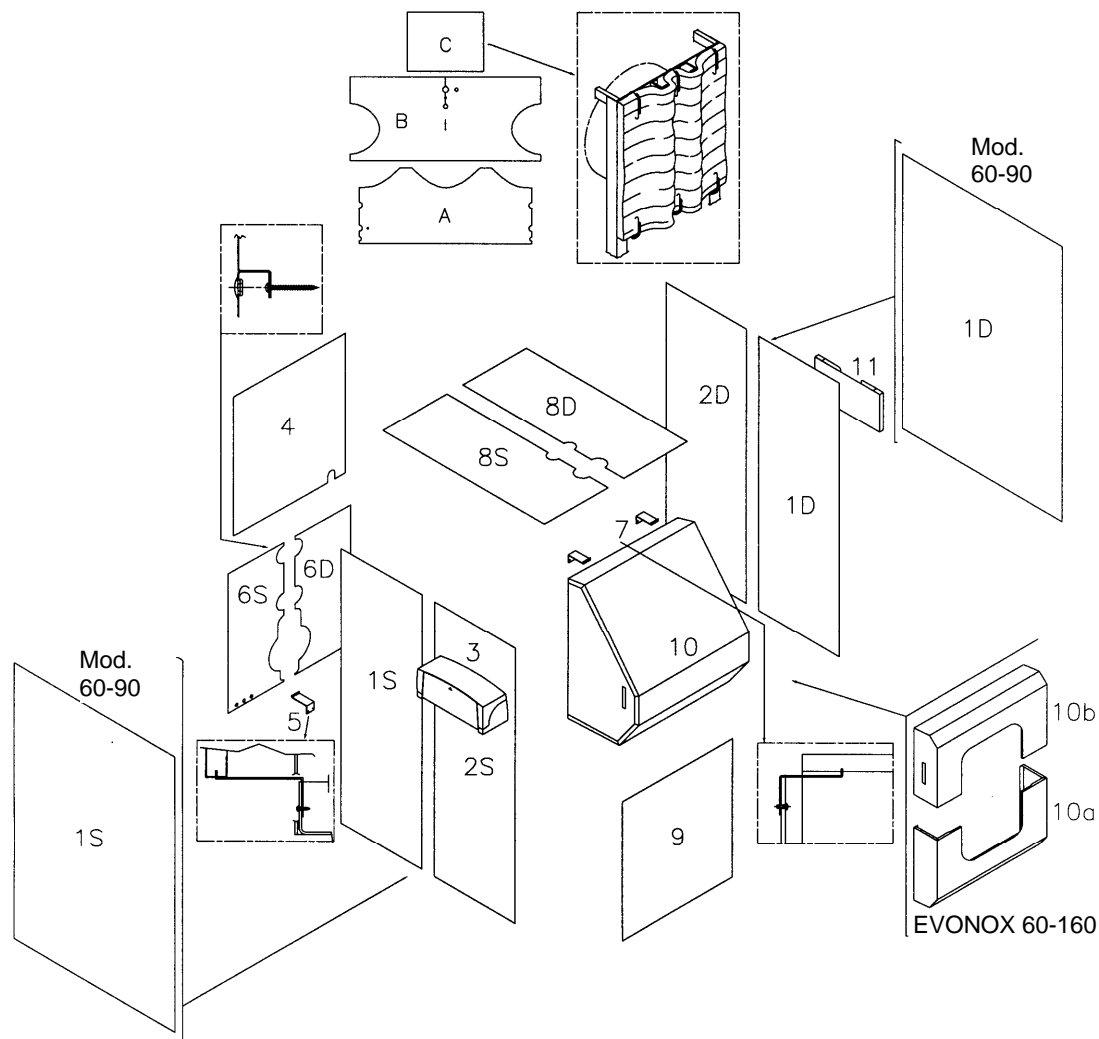

Fig. 4
- Avvolgere la lana di vetro (A) attorno alla colonna e fissarla con le molle.
- Avvolgere la lana di vetro (B) attorno al corpo caldaia cilindrico superiore, lasciando in vista il pozzetto/i porta bulbi situato vicino al tronchetto flangiato di mandata, fissandola poi con le molle in dotazione.
- Isolare quindi la piastra posteriore della caldaia, fissando la lana (C) con le molle che agganciano il bordo della stessa piastra (vedere figura).
5.2 RIVESTIMENTO CALDAIA mod. 60-160 (Fig. 4)
- Svolgere i capillari dei termostati e fissare il pannello comando (3) al fianco destro o sinistro con le apposite viti, quindi inserire i bulbi nel pozzetto. Agganciare il pannello post./sup. (4) ai fianchi.
- Fissare la staffa sostegno (5) sull'angolare di base del telaio; inserire i passacavi nei fori del pannello (6S), agganciarlo al pannello laterale e far passare in esso il cavo d'alimentazione collegandolo poi alla scatola elettrica. Agganciare il pannello (6D), quindi bloccare entrambi con le viti nella parte superiore e chiudere i fori di passaggio con gli appositi tappi (vedere figura).
- Fissare le staffe di sostegno (7) del pannello ant./sup. sulla piastra caldaia (per mod. EVONOX non servono) e montare i pannelli superiori (8S) e (8D). Agganciare il pannello ant./inf. (9) e quello ant./sup. (10). Per mod. EVONOX agganciare prima il pannello ant./centr. (10a) e poi quello ant./sup. (10b). Montare infine il porta documenti (11), non previsto per mod. 60/100, sul lato opposto del pannello comando fissandolo con la vite.